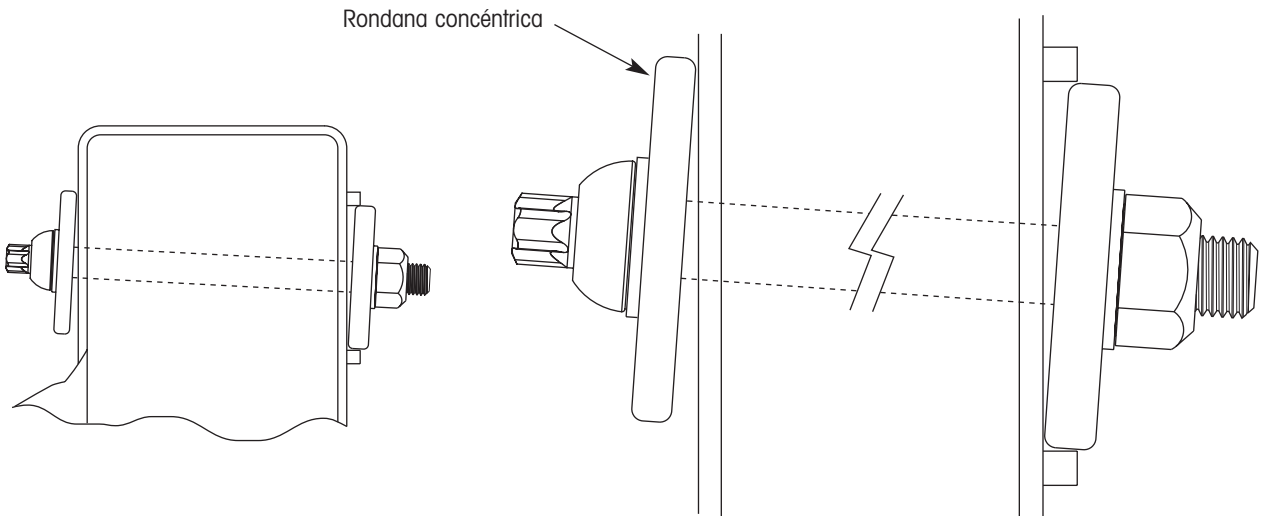

Figura 26b. Tornillería de conexión pivote "inclinada"
**IMPORTANTE:** Estos golpes permiten a las rondanas concéntrica y excéntrica moverse y ajustarse al mismo tiempo. Si las rondanas no se mueven y ajustan al mismo tiempo, la rondana concéntrica puede inclinarse sobre la percha (figura 26b), causando una alineación inexacta y una conexión pivote inadecuada que pudiera aflojarse. Si esta condición ocurre durante el proceso de alineación, consulte la información Tornillería de Conexión Pivote Inclinada en la sección Diagnóstico de Fallas.